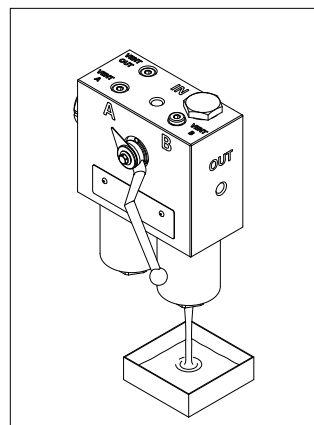

fig. 7
- (Fig. 7) Drenare il fluido di lavoro dal fondo del contenitore al recipiente di raccolta